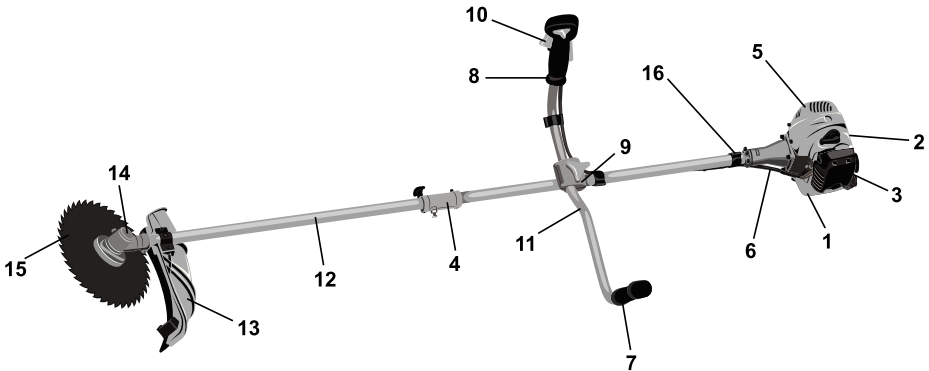

Рис.2. Расположение основных элементов бензотриммера:
Основные элементы и части бензотриммера представлены на *рис. 2*.
U-образная рукоятка (см. рис.2) состоит из двух частей: левой (7) и правой (8) ручек управления, которые прикреплены к штанге (12) с помощью соединительного кронштейна (9). Левая ручка служит для удержания бензотриммера левой рукой, а правая ручка — для удержания правой рукой и управлением работой бензотриммера.
Ремень крепится к штанге с помощью держателя (16) (рис.2). Согласно рис.5 наденьте ремень на шею и пристегните карабин за одно из отверстий в держателе (16) (см. рис.2).